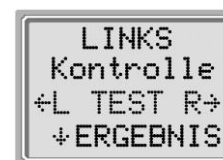

Bild 16
Nach beendetem Test erscheint ein Ergebnis, entsprechend Bild 16 auf der LCD - Anzeige ⑧.
Auf der LCD-Anzeige ⑧ werden das getestete Ohr und das Ergebnis angezeigt (Bild 16). „PASS“ bedeutet, dass der